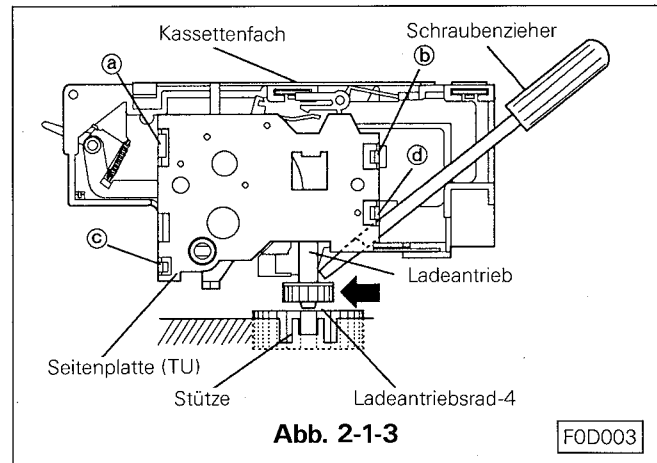

Abb. 2-1-3
- Das Kassettenfachantriebsrad ist nach Abschnitt B. in den meisten Fällen noch nicht in dem Halter fixiert. In diesem Falle bewegen Sie das Antriebsrad durch drücken in Richtung vorwärts, damit es im Antrieb einrastet. Siehe Abb. 2-1-3 ist es wie oben beschrieben nicht möglich, das Antriebsrad einrasten zu lassen, schieben Sie das Antriebsrad 4 a etwas unter das Deck und das Kassettenfachantriebsrad ist sehr einfach zu fixieren.
2-2-1 Ausbau (siehe Abb. 2-1-3, 2-2)
- Die Halteschnapper (a), (b), (c) und (d) der Platte an der Aufwickelseite des Kassettenfachs lösen und die Platte entfernen. (Siehe Abb. 2-1-3)
2-2-2 Einbau (siehe Abb. 2-1-3, 2-2)
- Die Seitenplatte am Kassettenfach aufsetzen und in die Schnappen (a), (b), (c) und (d) einrasten. (Siehe Abb. 2-1-3)